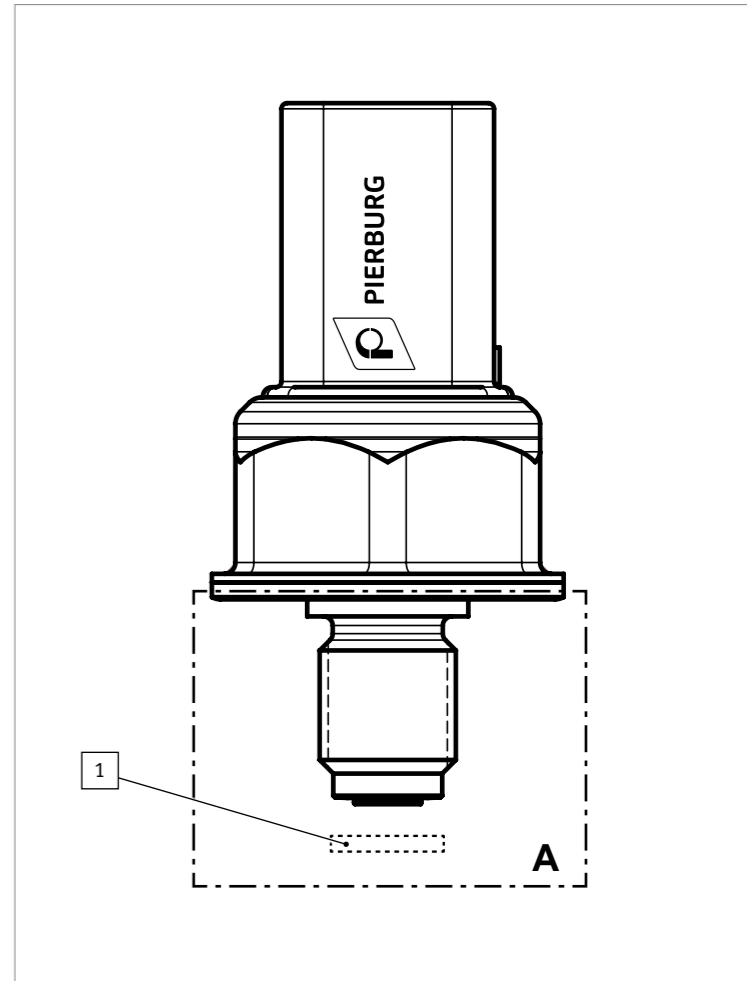

Abb. 2/ Fig. 2/ Рис. 2/ 图2
- Der Bereich A (Abb. 2) und auch das Umfeld des Einbauorts müssen frei von Schmutz, Spänen oder Schmiermitteln sein.
- Area A (Fig. 2) and the area around the installation location must remain free from dirt, chips and lubricants.
- La zone A (fig. 2) ainsi que l'environnement immédiat du lieu de montage doivent être exempts de saletés, copeaux ou lubrifiants.
- Зона А (рис. 2) и зона вокруг места монтажа не должна содержать грязь, опилки или смазку.
- El área A (fig. 2) y también el entorno del lugar de montaje deben estar limpios de suciedad, virutas o lubricantes.